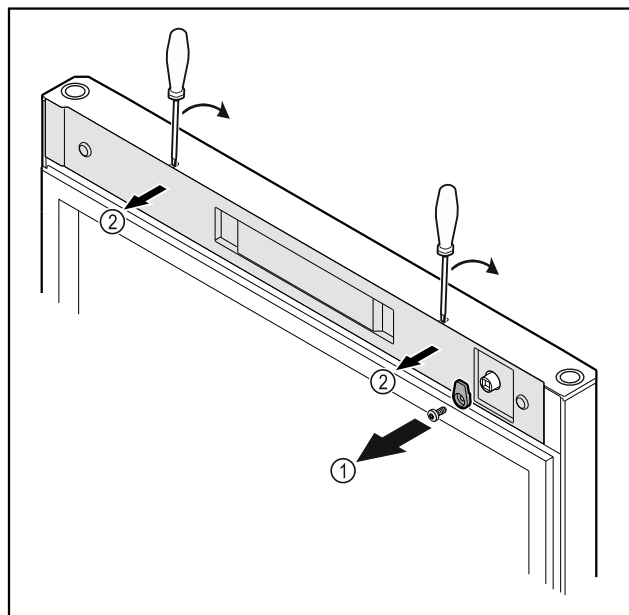

Fig. 16
- ▶ Ξεβιδώστε το άγκιστρο κλεισίματος Fig. 16 (1).
- ▶ Ξεκουμπώστε το κάλυμμα Fig. 16 (2) με ένα μικρό κατασβίδι και αφαιρέστε το.